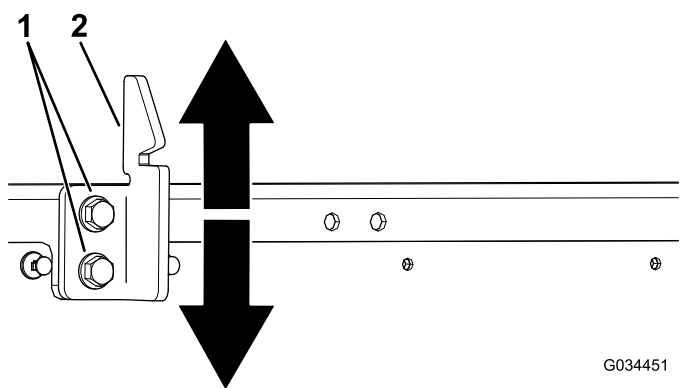

Figura 59
3. Afloje los 2 pernos del cerradero de la plataforma y mueva el cerradero hacia arriba o hacia abajo, dependiendo de si está demasiado alto o demasiado bajo (Figura 59).
4. Apriete los 2 pernos del cerradero de la plataforma (Figura 59).